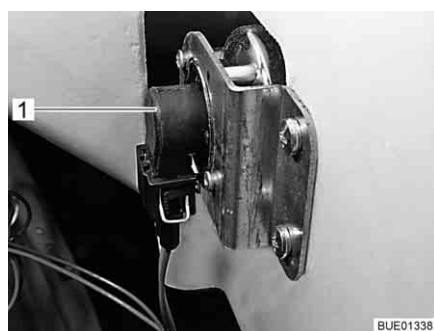

Bild 255 Körriktningsvisare
- Greppa tag bakom lamphållaren (Bild 255,1).
- Greppa tag bakom lampfästet (Bild 255,1).